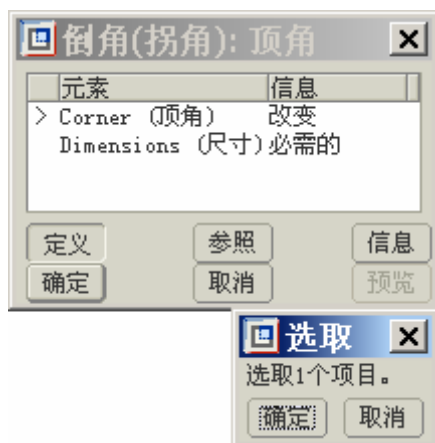

图 13-6
- (1) 单击菜单【插入】 【倒角】 【拐角倒角】选项，弹出如图 13-6 所示的对话框与菜单。